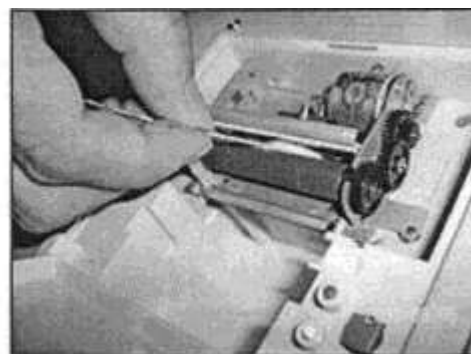

Рис. 53
- с. Удалите грязь с печатающей головки ватой смоченной спиртосодержащей жидкостью рис.53.